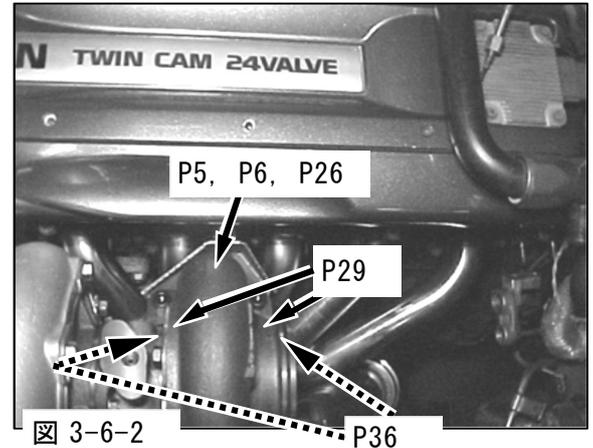
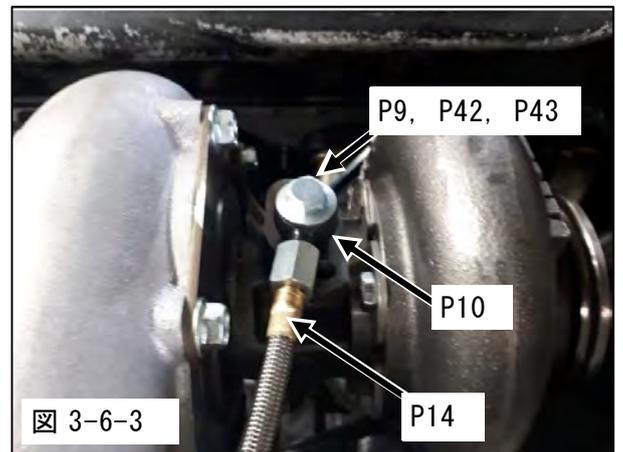

図 3-6-2
図 3-6-3
(4) ターボチャージャーAssy をエキゾーストマニホールドに取付けてください。(図 3-6-2)
(図 3-6-2)
(6) 排気マニホールド T04 フランジの後ろにターボチャージャーステーを取付けます。(図 3-6-2)
(7) オイルアウトレットパイプと純正オイルアウトレットホースを接続してください。
(8) バンジョウ AN4 をターボチャージャーAssy に取付けてください。(図 3-6-3)
(9) オイルインレットホースをバンジョウ AN4 に取付けてください。(図 3-6-3)
- ・ オイルインレットホース (P14) (3-2. (1)でエンジブロックに取付けたもの)